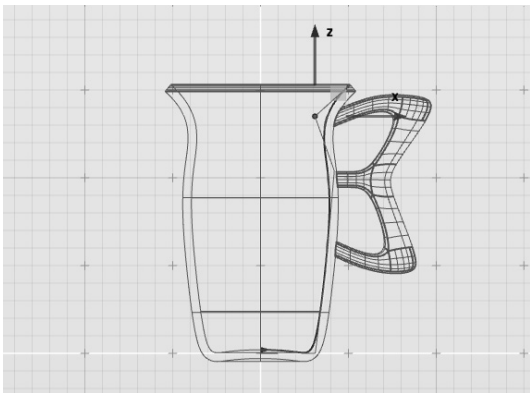

图 7-54 调整 NURBS 曲线造型
4) 在该曲线上调整控制点，可尝试增加或减少控制点数量以及调整控制点位置，以更改 NURBS 曲线造型。随之可见整个杯身及杯把曲面都做出相应调整，如图 7-54 所示。